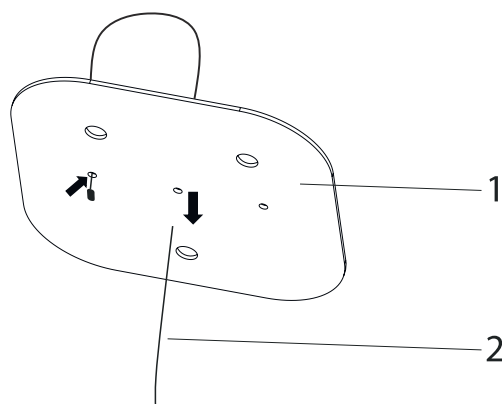

Fig. 18
**2.** ➡ För ståltråden genom hålen i upphångningsplattan (Fig. 18).